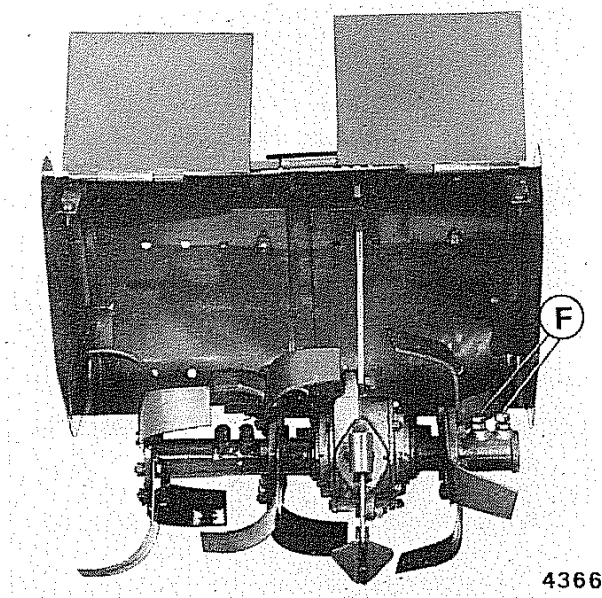

Fig. 11 - Predisposta a cm. 45
A richiesta può essere fornito un gruppo composto da due supporti zappe più corti per la riduzione della fresa a **cm. 45** (fig. 11).
**N.B.** - ~~Presentandosi la necessità~~ di dover smontare i supporti delle zappe della fresa tipo «22M» l'operazione si effettua svitando le viti **F** (fig. 11) allentando i relativi controdadi, e sfilando verso l'esterno i supporti zappe. Al montaggio è bene ingrassare le alette della calettatura ed assicurarsi inoltre che le viti tornino ad occupare le rispettive sedi sull'albero scanalato.